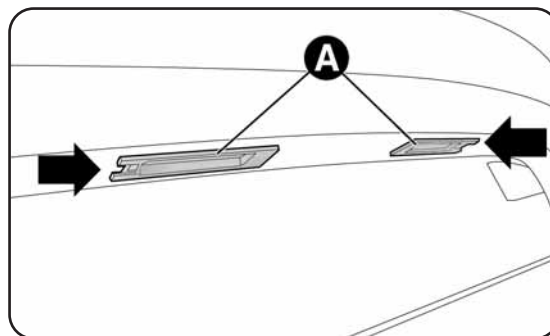

fig. 24
- agir sur le point indiqué par les flèches et retirer les groupes transparents A-fig. 24 ;